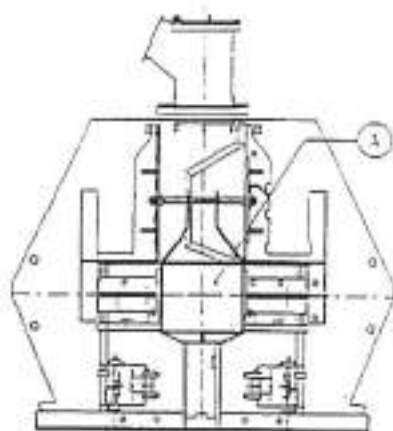

fig. 6
- accertarsi che lo spazio attiguo alla parte che si deve aprire sia libero da persone od ostacoli; a macchina ferma e impianto elettrico in sicurezza, togliere il carter copriflange che copre il supporto del cuscinetto ubicato sul lato opposto alla puleggia (fig. 6/A);